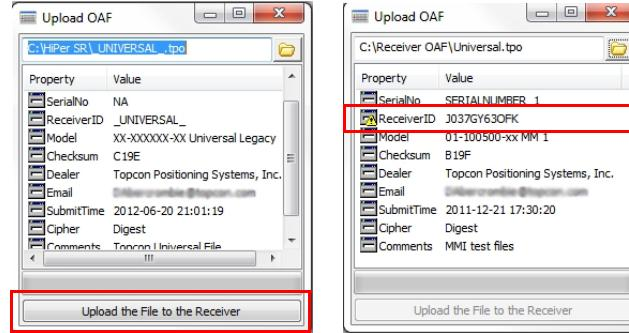

Рис. 12: Проверка совместимости ОАФ
5. Нажмите **Загрузить файл на приемник** (Рис. 12), чтобы начать загрузку файла.